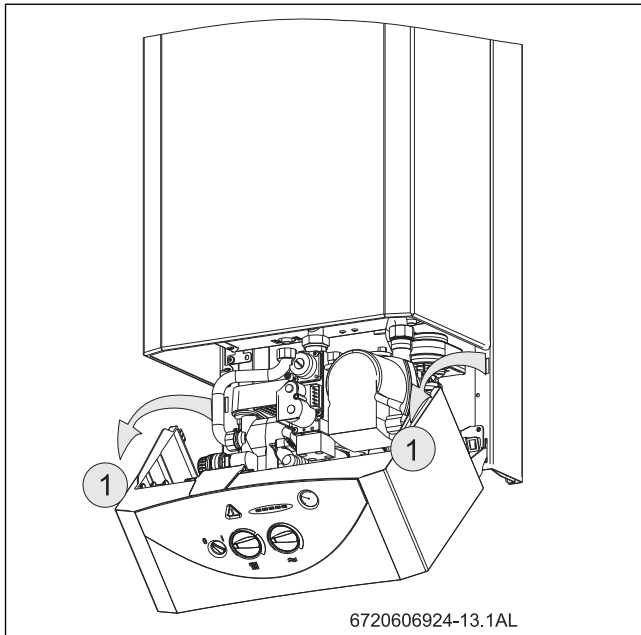

Fig. 22 Posición de servicio para el ajuste del gas
- ▶ Desconectar el interruptor principal (O) del aparato.
- ▶ Colocar el panel de mandos en la posición de servicio (ver Fig. 22 ).
- ▶ Aflojar el tornillo obturador (3) y conectar el manómetro de columna de agua al racor de medición.